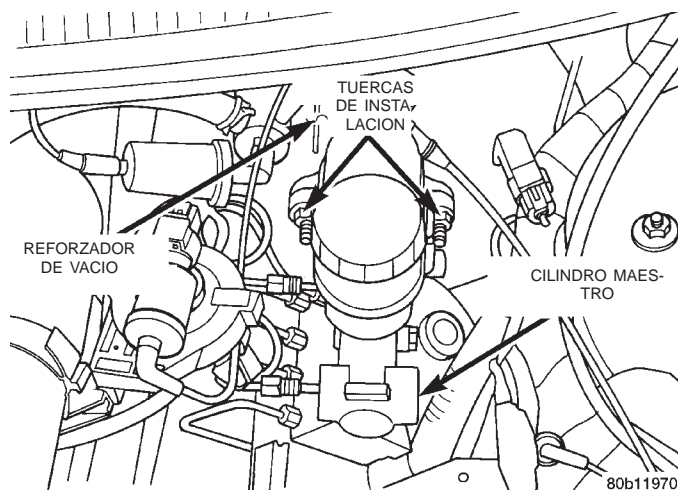
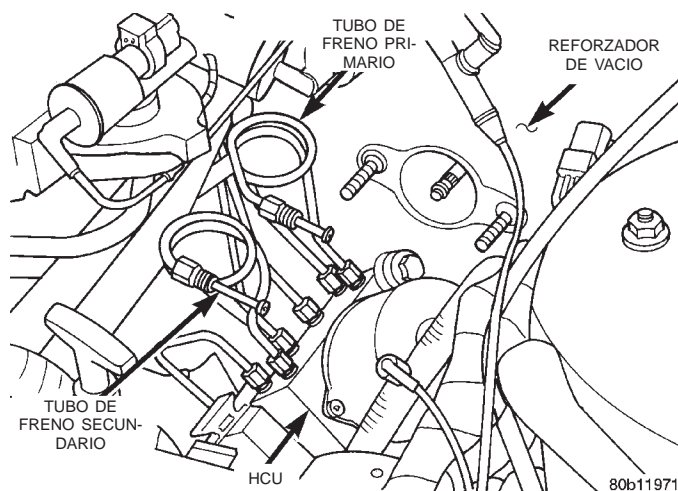

Fig. 21 Instalación del cilindro maestro
Fig. 22 Tubos de freno primario y secundario del cilindro maestro a la HCU
(10) Retire las 2 tuercas (Fig. 21) que fijan el cilindro maestro en la unidad del reforzador de servofreno.
(11) Deslice el cilindro maestro en sentido recto hasta separarlo de la unidad de reforzador de vacío.
(12) Retire los tubos de freno primario y secundario del cilindro maestro (Fig. 22) de los orificios de entrada de la HCU.
(7) Instale los tubos de freno primario y secundario (Fig. 22) del cilindro maestro en la HCU.
(8) Con una llave de pata tal como la que se muestra en el Paso 6, apriete las 2 tuercas de tubos de freno del chasis con una torsión de 17 N·m (145 lbs. pulg.).
(13) Coloque el cilindro maestro en los espárragos del reforzador de vacío, alineando el vástago de pistón del reforzador de vacío con el vástago de pistón del cilindro maestro.
(14) Instale las 2 tuercas de instalación del cilindro maestro a la unidad de servofreno (Fig. 21). Apriete las tuercas de instalación con una torsión de 28 N·m (250 lbs. pulg.).